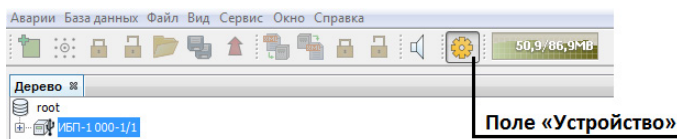

Рисунок 22. Панель инструментов. Поле «Устройство»
- нажатием на изображение подключённого ИБП/стабилизатора в дереве устройств (левой кнопкой мыши) и последующим нажатием на поле «Устройство» (левой кнопкой мыши) в панели инструментов – **рисунок 22**.